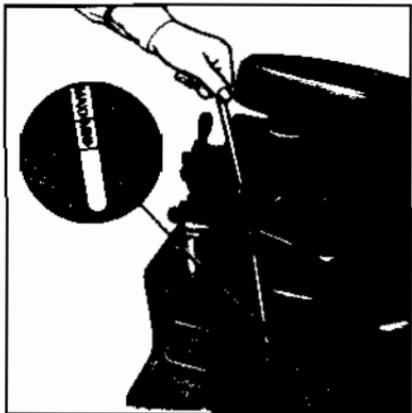

Fig. 13 Motorens
2. Trekk opp peilepinnen (fig. 13) og tørk den med en ren fille.